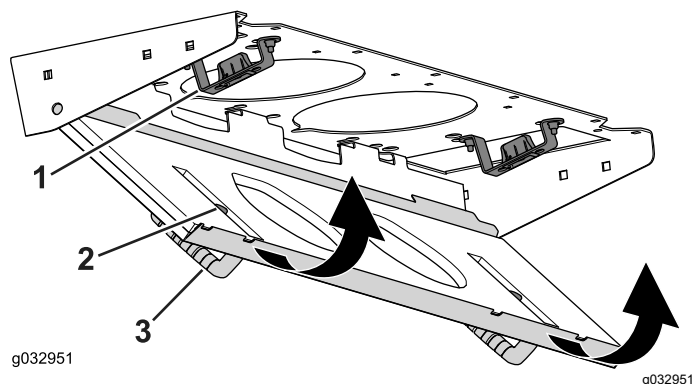

Figura 85
4. Ruotate lo schermo del filtro attorno alle alette fino a quando il fermo non si blocca nel gruppo del supporto del fermo (Figura 85).